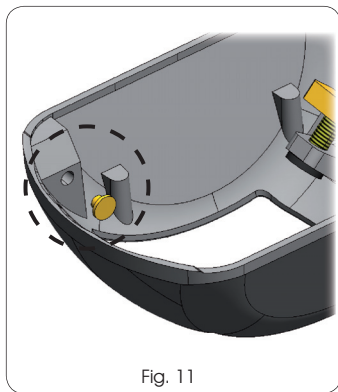

Fig. 11
ATTENZIONE: Non rimuovere il tappo di sicurezza, evidenziato in Fig. 11, prima che sia espressamente indicato nella procedura di installazione.
15. Una volta controllato l'azionamento del pistoncino di sgancio da serratura rimuovere il tappo di sicurezza dalla leva di sblocco come indicato in Fig.11;
IMPORTANT: Do not remove the safety plug shown in Fig.11, before this is expressly indicated in the installation procedure.
- When you have checked the activation of the lock release piston, remove the safety plug from the release lever as shown in Fig. 11;